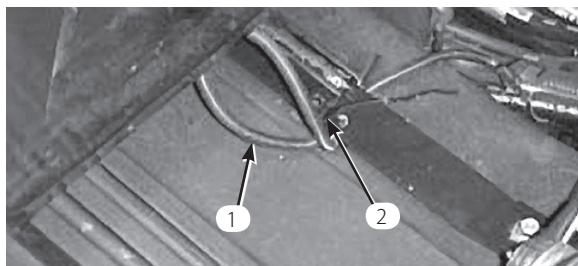

図5
6. デラックスシートでは、もう一つのシートスイッチコネクタ (使用しない) を、ストラップの下を通して運転席の下まで戻し、2本のコードをキットに付属しているタイで束ねてストラップの一番後ろの穴に縛りつけておく (図5)。